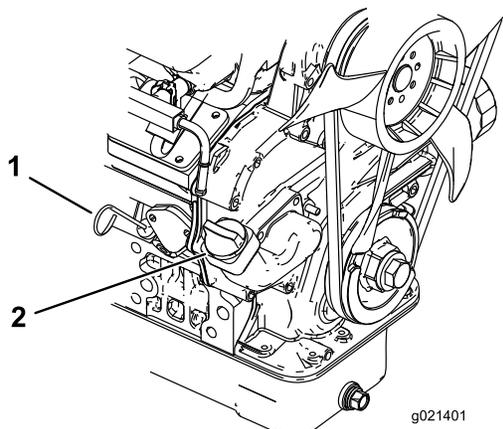

Figure 20
2. Retirez la jauge (Figure 20) et essuyez-la sur un chiffon propre. Remettez la jauge dans le tube en l'enfonçant au maximum. Sortez de nouveau la jauge et vérifiez le niveau d'huile.
3. Si le niveau est trop bas, retirez le bouchon de remplissage (Figure 20) et ajoutez la quantité d'huile nécessaire pour amener le niveau au repère maximum de la jauge.